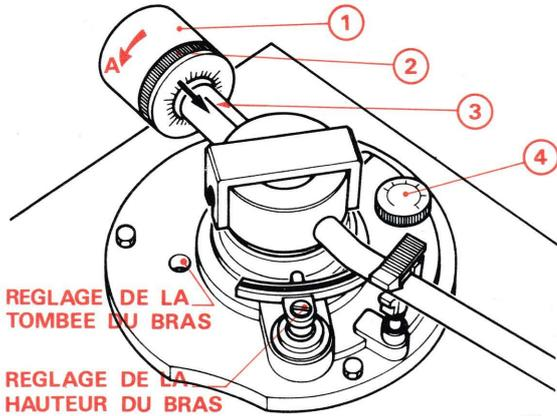
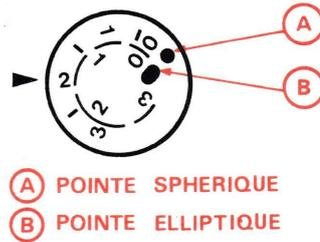

Fig. 6
Fig. 7
B - EQUILIBRAGE DU BRAS (Fig. 6)
a) Réglage de la force d'appui (Fig. 6)
- 2° - Amener le repère « 0 » de la bague graduée (2) en regard de la fente (3) sans tourner le contrepoids (1).
- 3° - Régler la force d'appui à $F = 1,5 \text{ g}$ en tournant l'ensemble contrepoids et bague graduée pour amener le repère « 1,5 » en regard de la fente (3).
b) Réglage de la compensation de la force centripète « ANTI-SKATING » (Fig. 7)
D - REGLAGE DE LA HAUTEUR DU BRAS (Fig. 6)
E - REGLAGE DE LA TOMBEE DU BRAS (Fig. 6)